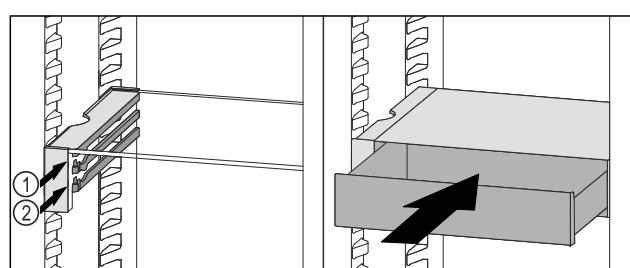

Fig. 76
- ▶ Поставете чекмеджето на VarioSafe зад ограничителите върху желаното ребро *Fig. 76 (1)* или *Fig. 76 (2)*.